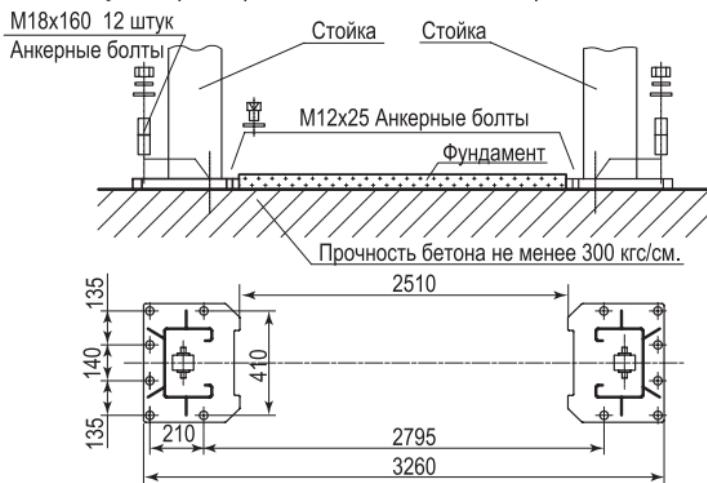

Рисунок 4. Установочные размеры
7. Выставьте стоики по размеру (3260 мм) по наружной базе опорных плит. Выровняйте положение стоек, измеряя диагонали между углами опорных плит (рис. 4).